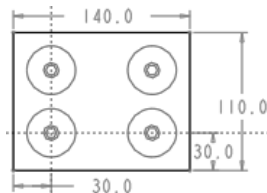

图 22.5 截面草图
(1) 选择命令。单击 **模具** 功能选项卡 **形状** 区域中的 拉伸 按钮。系统弹出“拉伸”操控板。
(2) 创建实体拉伸特征。
① 在绘图区中右击, 从系统弹出的快捷菜单中选择 **定义内部草绘** 命令。然后选择 ADTM1 基准平面作为草绘平面, 草绘平面的参考平面为 MOLD_RIGHT 基准平面, 方向为 **右**。单击 反向 按钮, 单击 草绘 按钮, 系统至此进入截面草绘环境。
② 进入截面草绘环境后, 选取 MOLD_FRONT 和 MOLD_RIGHT 基准平面为草绘参考, 绘制图 22.5 所示的截面草图。完成截面草图的绘制后, 单击“草绘”操控板中的“确定”按钮 。
③ 选取深度类型并输入深度值。在操控板中选取深度类型 (“定值”), 再在深度文本框中输入深度值 50.0, 并按 Enter 键, 然后单击 按钮。
④ 完成特征。在“拉伸”操控板中单击 按钮, 完成特征的创建。